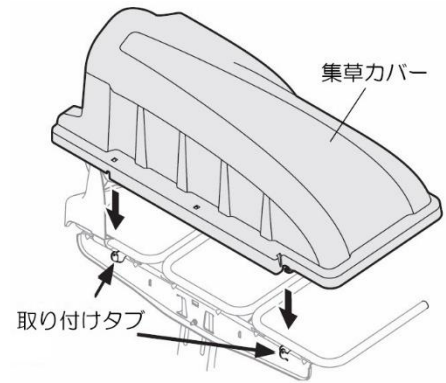

図 11
1. 図 11 を参照し、ハンガーアセンブリに集草カバーを取り付けます。集草カバーは 2 つの取り付けタブの間に入ります。